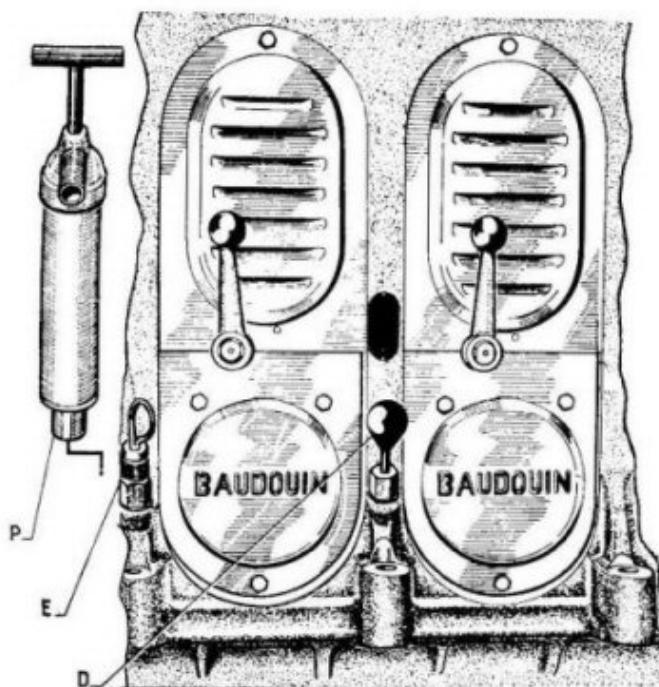

Figure 9. — Pompe de vidange - Graissage des Culbuteurs.
b) Utilisation de la pompe de vidange (voir figure 9)
GRAISSAGE DES CULBUTEURS ET DES QUEUES DE SOUPAPES (voir figure 9)